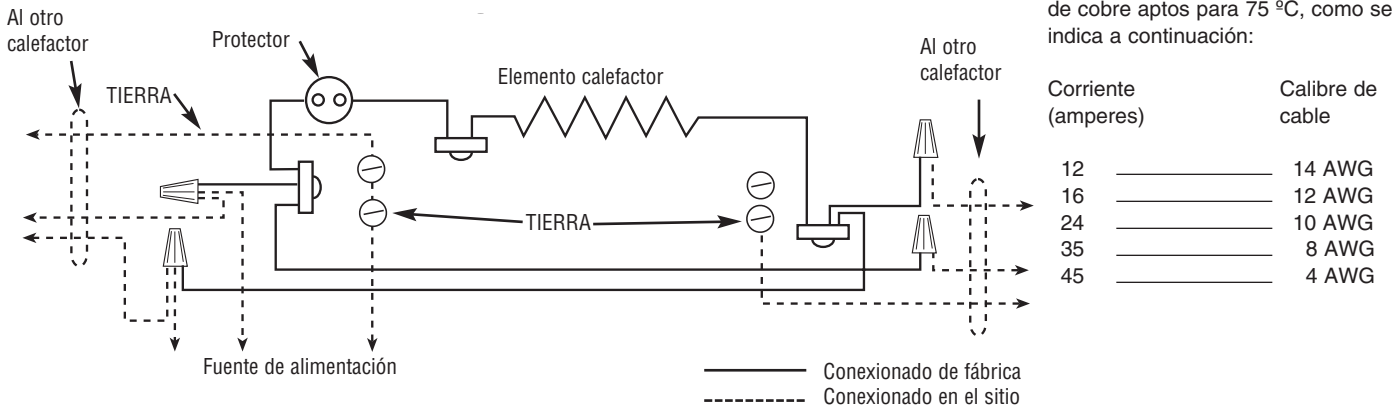

Fig. 2 Diagrama de conexiónado
6. Haga las conexiones correctas de acuerdo con el diagrama de conexionado (Fig. 2). El conductor de puesta a tierra debe conectarse al cable verde de puesta a tierra. Vuelva a colocar la cubierta de la caja de conexiones.